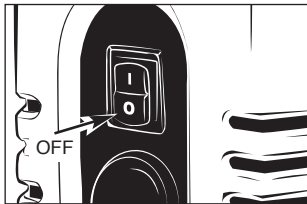

Fig. 4-5A
1. Turn the switch to off (O) position and unplug cord from outlet. (Fig. 4-5A)
1. Tournez le commutateur à outre (o) de la position et débranchez la corde de la sortie. (Fig. 4-5A)